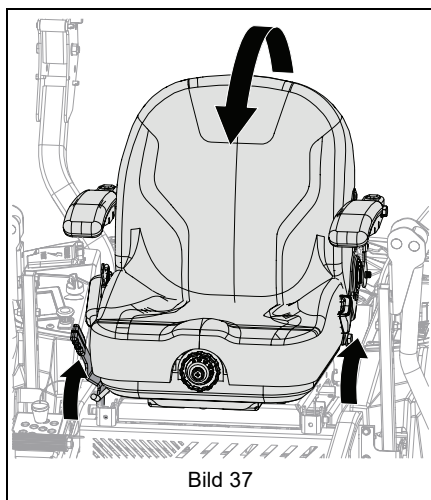

Bild 37
Se Bild 37.
- Tryck på laddnivåindikatorknappen (se Bild 37).